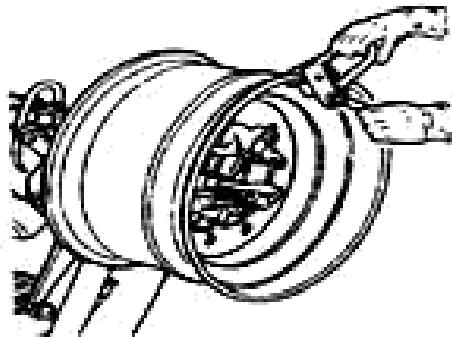

Fig. 18
- (1) Если обод снят с зажимного устройства, установите его обратно, как описано в разделе «Фиксация обода».
- (2) Смажьте оба борта шины и обод специальной смазкой.
- (3) Установите тиски на внешнем крае обода в крайней верхней точке (рис. 18). Убедитесь в том, что тиски правильно и надежно зафиксированы.